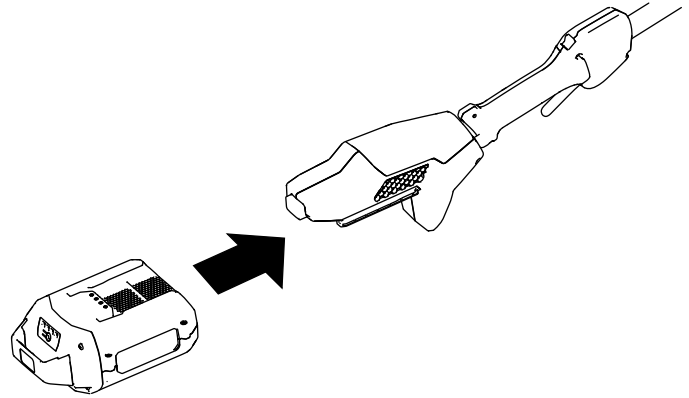

Figuur 9
1. Verzeker dat de ventilatieopeningen van de hoogsnoeier niet verstopt zijn door stof en dergelijke (Figuur 9).